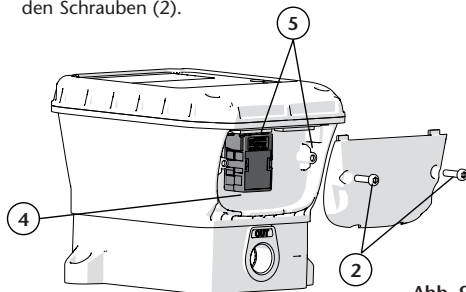

Abb. 9
2. Lösen Sie die Schrauben (2) und entfernen Sie die Kunststoffabdeckung (3) [Indikator 3 fehlt in Zeichnung] (Abb. 9).